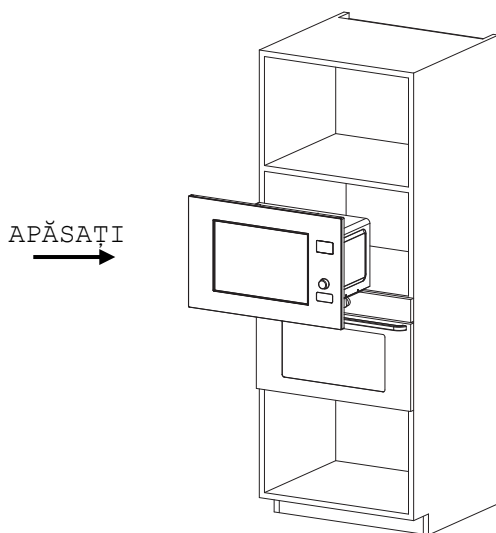

Fig. 1
② INSTALĂRII:
a) Puneți cuptorul cu microunde în dulapul încorporat și împingeți-l înainte până la capăt. (Fig. 1)